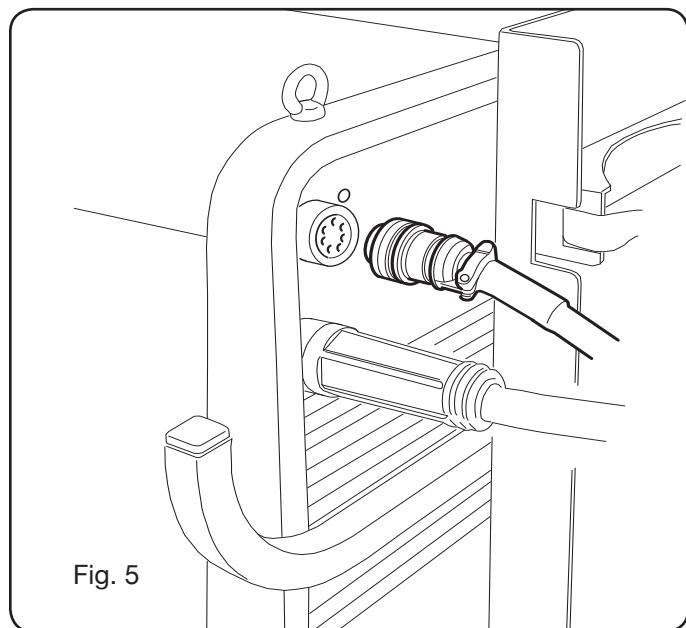

Fig. 5
- Udfør tilslutningerne bagpå generatoren, som vist i Fig. 5